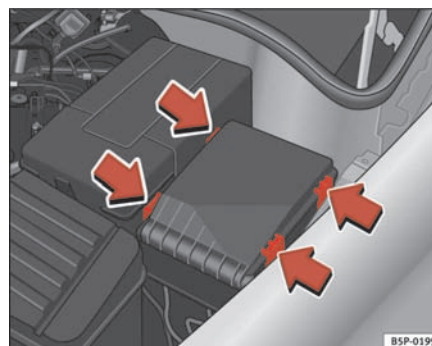

Fig. 184 Afdækning til sikringsboks i motorrummet
- Frigør afdækningen til sikringerne i motorrummet ved at trykke tapperne mod afdækningens midte ⇒ side 246, fig. 184.